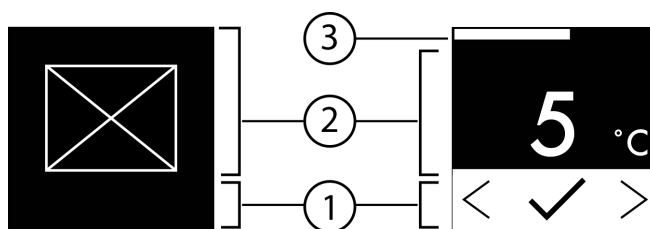

Fig. 6
- ▷ Stato: attivato Fig. 6 (1) è visualizzato brevemente nel sottomenu [ ].